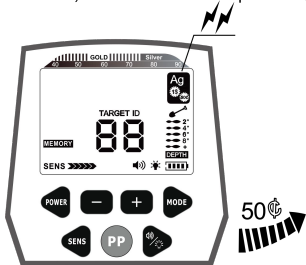

Fig.13
- d. Al barrer la moneda de plata de 50 ¢, el detector responde, indicando que ha memorizado la moneda de plata de 50 ¢. Al barrer las otras cinco muestras, el detector no responde. (Ver Fig.13, tome como ejemplo la moneda de plata de 50 ¢)